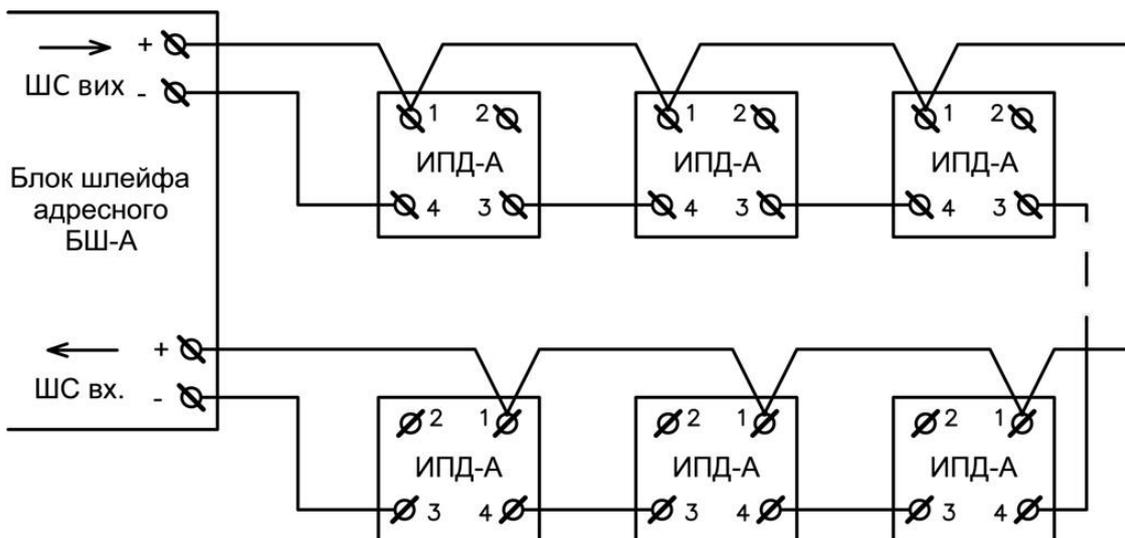
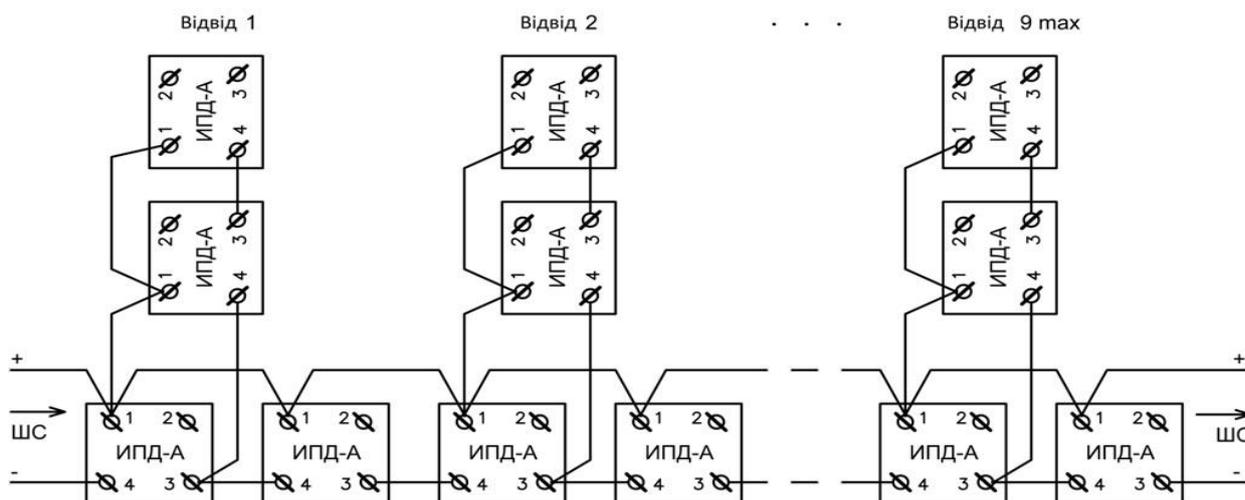

Рис. 4– Схема підключення сповіщувачів
Рис. 5 – Схема підключення сповіщувачів з відводами.
- підключити шлейф сигналізації до відповідних контактів розетки, дотримуючись напрямку ШС згідно зі схемою рис. 4 та рис.5.